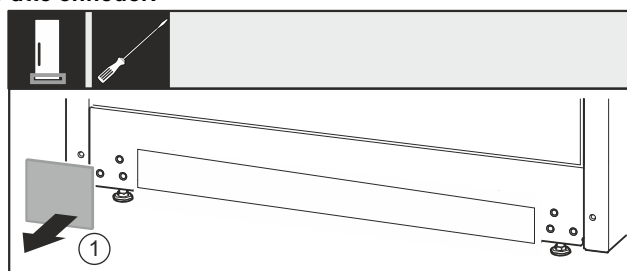

Fig. 35
- Tag afdækningen Fig. 35 (1) af.